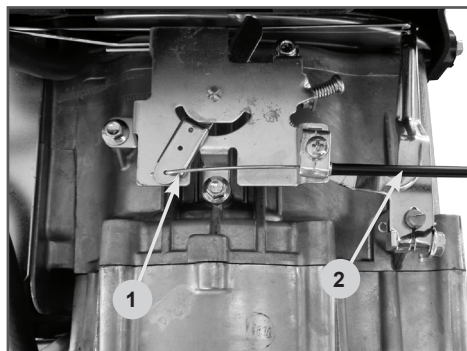

Рис. 4 Установка троса газа
2. Вставьте Z-образный конец троса газа 1 в нижнее отверстие на рычаге управления оборотами двигателя, а оболочку 2 троса газа закрепите скобой крепления (Рис. 4).